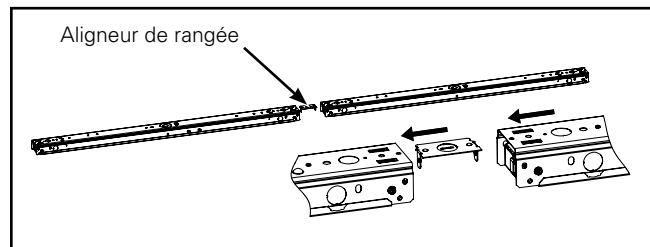

Figure 18.
- Insérez un aligneur de rangée à l'un des canaux et insérez un autre canal à l'autre extrémité de l'aligneur de rangée. (Figure 18.)